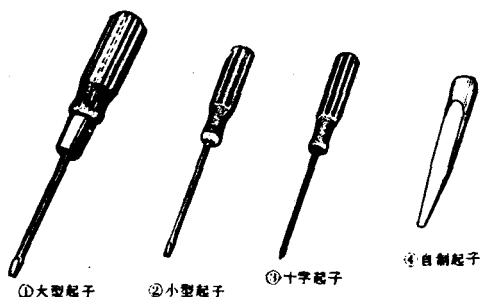

图 1-2-1 各种螺丝起子
1. 大型起子：用来拧动粗大的螺丝，如底板螺丝，刃口宽6mm（见图1-2-1①）。
2. 小型起子：它的用途最多。拧动旋钮螺丝、固定印制板螺丝以及各种调节部分的螺丝都要用到它。其刃口宽3mm（图1-2-1②）。
3. 十字起子：这种起子的刃口是垂直交叉的凸十字形。它在旋转螺钉时，不易向侧面滑脱。它用于旋转螺帽为十字形的螺钉。一般备有 3.5mm 和 5mm 的各一把就可以了（见图 1-2-1-③）。
4. 自制起子：这种起子可专门用于调节中频变压器和振荡线圈的磁心。市售的起子多用铁磁物质制成，使用这种起子，由于受磁感应影响而不易将磁心调到最适当的位置。若用硬塑料、坚竹条等非铁磁性物质锉制成专门调节磁心用的起子，则可克服上述缺点（见图 1-2-1-④）。